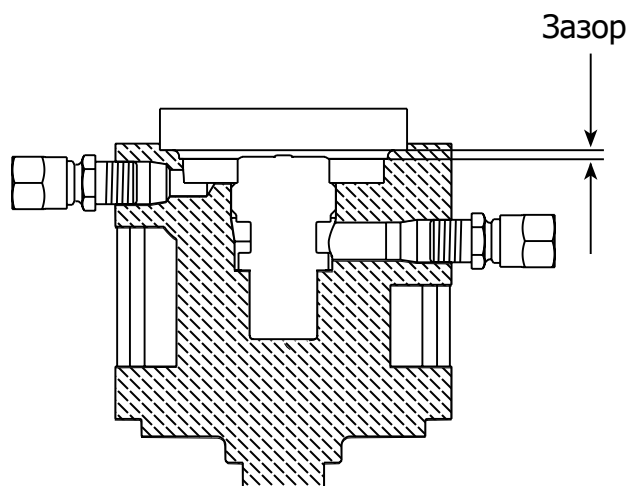

Рис. 9
5.4 Замена узла пилотного клапана (рис. 9)
- e.** Убедитесь, что зазор между верхним срезом штока пилотного клапана и краем выемки для пилотной диафрагмы незначителен (см. рис. 9). Также убедитесь в отсутствии острых зазубрин на штоке, которые могут повредить диафрагму.
- с.** Убедитесь, что зазор между верхним срезом штока пилотного клапана и краем выемки для пилотной диафрагмы незначителен (см. рис. 9). Убедитесь в отсутствии острых зазубрин на штоке, которые могут повредить диафрагму.